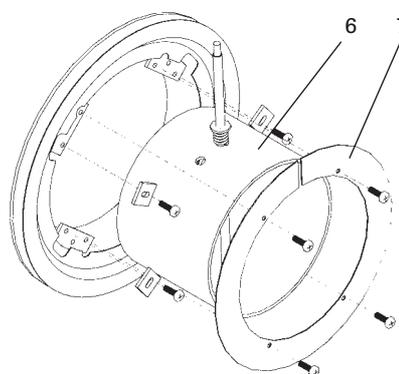

Fig. 10 Montare lateralmente il manicotto dello scarico fumi – VestoWIN Klassik 180
4. Rimuovere dalla parete posteriore della caldaia l'anello di chiusura del manicotto per il tubo evacuazione fumi (2 viti) – fig. 10.
5. Svitare dalla parete posteriore il manicotto per il tubo evacuazione fumi (4 viti) e montarlo lateralmente insieme all'anello di chiusura. Per detto manicotto non è necessaria nessuna guarnizione. Avvitare l'anello di chiusura del manicotto – fig. 10.